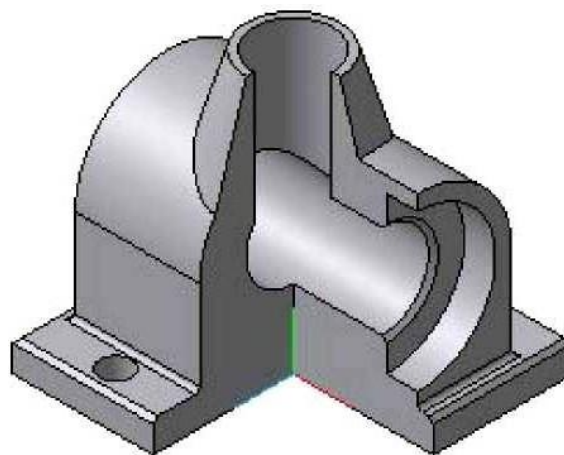

Рис. 7.33
16. Вырез четверти модели создаем при помощи команды  **Сечение по эскизу**. Результат работы представлен на рис. 7.33. Способ отображения - полутоновое с каркасом.